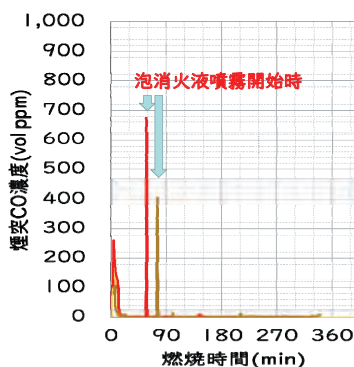

図2 CO排出状況(煙突)
- 一酸化炭素(CO)・ばい煙の発生が殆どない、完全燃焼を実現しました(図2)。